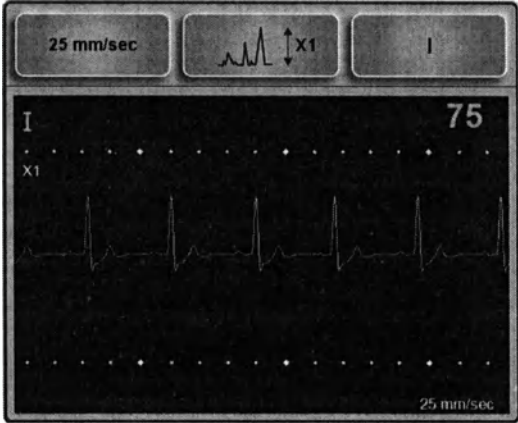

Рисунок 2-20. Экран ЭКГ
- Экран ЭКГ (Рисунок 2-20)
- Для вывода экрана ЭКГ (Рисунок 2-20), нажмите и удерживайте окно ЭКГ.
Нажмите и удерживайте окно ЭКГ (Рисунок 2-19) для вывода экрана ЭКГ (Рисунок 2-20). Этот экран позволяет выбрать электроды, амплитуду и шкалу времени, как показано в таблице далее.